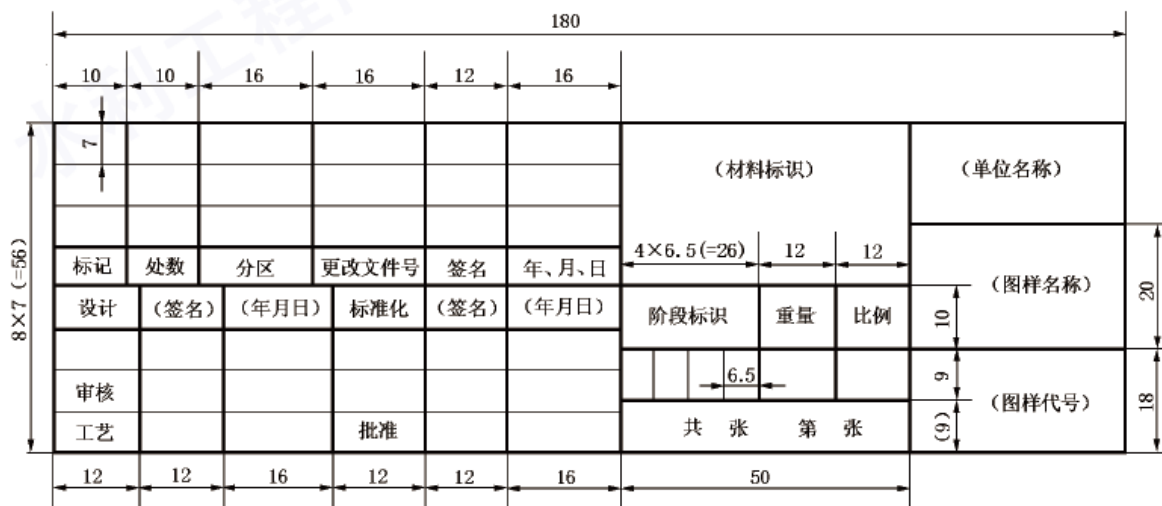
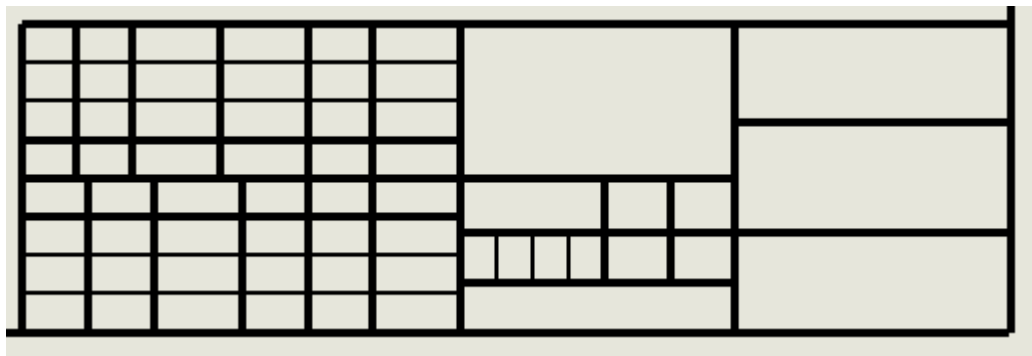

图 2-32 标题栏样式
图 2-35 修改标题栏线宽
根据 GB/T 10609.1 中对标题栏格式的有关规定（如图 2-32 所示），在图框的右下角绘制标题栏。
- (1) 按照图 2-32 所示，使用“直线”、“剪裁实体”、“等距实体”等命令绘制图元并标注尺寸，创建标题栏，结果如图 2-33 所示。
- (3) 按照图 2-32 所示, 使用“线型”工具条中的命令, 修改标题栏线段的线宽, 粗实线为 0.5mm, 细实线为 0.25mm; 修改标题栏线段颜色为“黑色”, 结果如图 2-35 所示。
- (4) 单击“注解”命令标签中的“注解”命令  (如图 2-36 (1) 所示), 在界面左侧管理器窗口中出现“注解”对话框。选择对话框中“引线”处的“无引线”命令图标 (如图 2-36 (2) 所示), 然后在图形区域标题栏相应单元格中单击鼠标, 出现“格式化”对话框及输入窗口, 输入文字, 例如输入“标记” (如图 2-36 (3) 所示), 在下一个位置处单击鼠标左键, 输入其他文字。按照图 2-32 所示, 完成标题栏中的文本注解。注意, 将个别文本大小调整为“5mm”。完成后, 单击“”, 退出添加文字注解状态, 结果如图 2-36 (4) 所示。